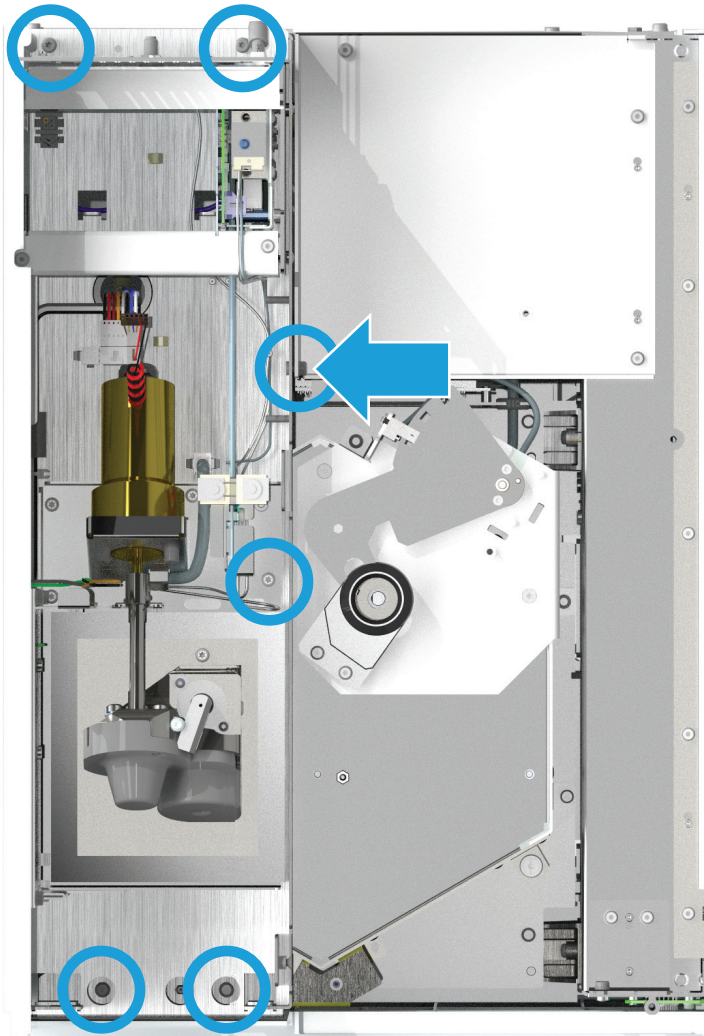

Abb.8. Lösen der Schrauben zur Sicherung der Pneumatikbaugruppe
- 11 Lösen Sie die 6 Schrauben, die die Pneumatikbaugruppe am Gehäuse sichern. Beachten Sie, dass sich eine Schraube auf der Seite der Baugruppe befindet. (**Abbildung 8**).